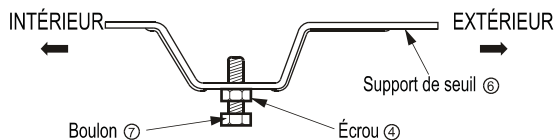

Fig. 3
3. Retirez les blocs de polystyrène qui ont servi au transport du compresseur. (Fig. 3)
3. Assemblez le support de seuil ⑥ à l'aide des pièces illustrées dans la fig. 3 mais ne serrez pas. (Fig. 3)